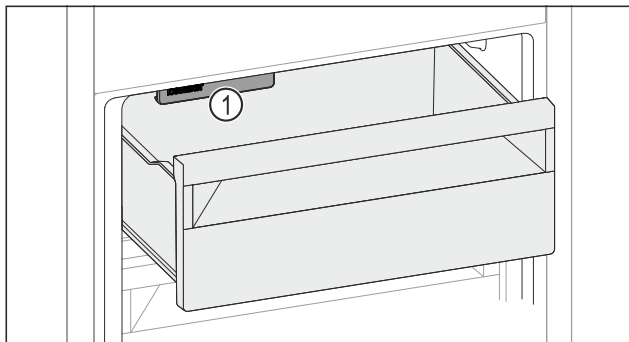

Fig. 213
- Dávejte pozor na IceMaker Fig. 213 (1).